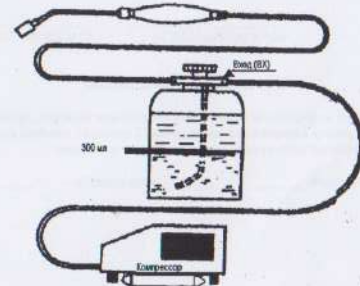

Рис.1
- 5.6 Заправьте бачок бензином, объемом не более 300 мл, с помощью воронки до уровня указанного на рис.1